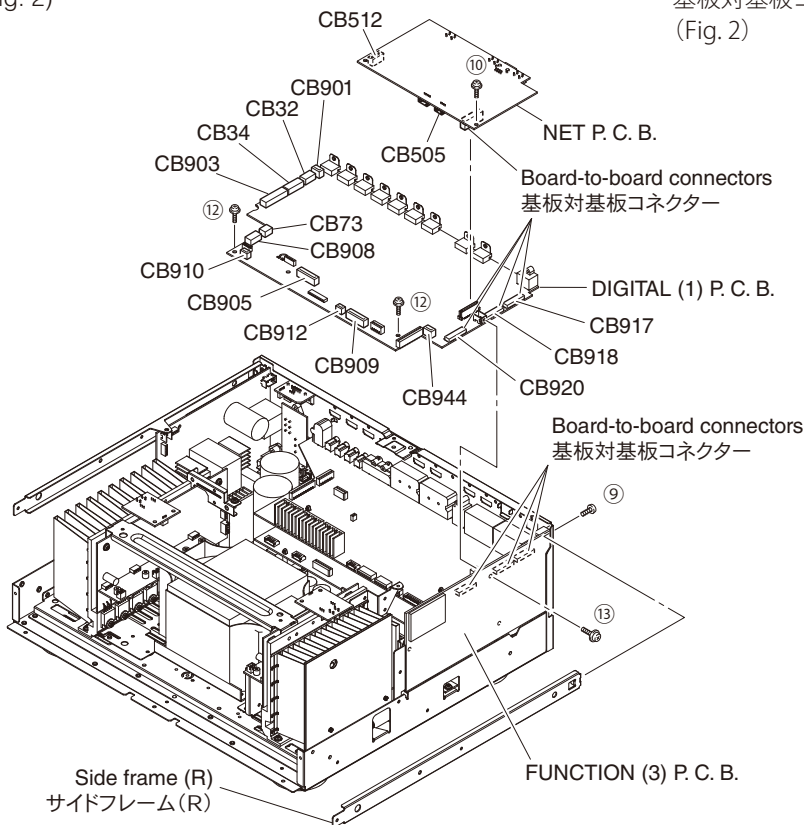

Fig. 2
- a. Remove screw (9). (Fig. 2)
- b. Remove the side frame (R). (Fig. 2)
- c. Remove screw (10). (Fig. 2)
- e. Remove CB505 and CB512 and then remove the NET P.C.B. which is connected directly to the DIGITAL (1) P.C.B. with board-to-board connectors. (Fig. 2)
- a. Remove 2 screws (12) and screw (13). (Fig. 2)
- c. Remove CB32, CB34, CB73, CB901, CB903, CB905, CB908-910, CB912 and CB944. (Fig. 2)
- d. Remove CB917-918, CB920 and then remove the DIGITAL (1) P.C.B. which is connected directly to the FUNCTION (3) P.C.B. with board-to-board connectors. (Fig. 2)
- a. 9 のネジ 1 本を外します。(Fig. 2)
- b. サイドフレーム (R) を取り外します。(Fig. 2)
- c. 10 のネジ 1 本を外します。(Fig. 2)
- e. CB505、CB512 を外し、NET P.C.B. を取り外します。ただし、NET P.C.B. は DIGITAL (1) P.C.B. に基板対基板コネクタで直接接続されています。(Fig. 2)
- a. 12 のネジ 2 本、13 のネジ 1 本を外します。(Fig. 2)
- c. CB32、CB34、CB73、CB901、CB903、CB905、CB908～910、CB912、CB944 を外します。(Fig. 2)
- d. CB917～918 と CB920 を外し、DIGITAL (1) P.C.B. を取り外します。ただし、DIGITAL (1) P.C.B. は FUNCTION (3) P.C.B. に基板対基板コネクタで直接接続されています。(Fig. 2)